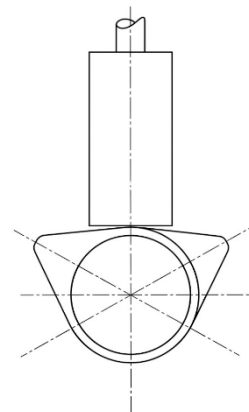

Fig. 24 : Le poussoir de soupape est au point d'équilibre.
- **(c)** Faites pivoter l'arbre à cames jusqu'à ce que la soupape d'échappement et la soupape d'admission du **cylindre n° 4 soient au point de bascule** (point de balance), position dans laquelle les poussoirs seront dans la position illustrée à la **(Fig. 24)**. Dans cette position, la soupape d'échappement sera sur le point de se fermer et celle d'admission commencera tout juste à s'ouvrir.